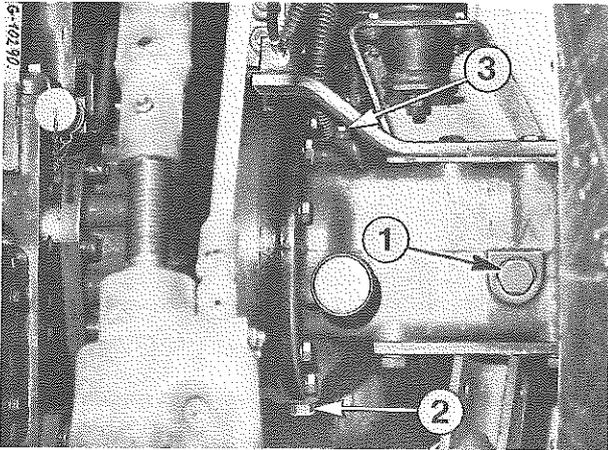

Figure 87 - Essieu arrière.
Pour vérifier le niveau d'huile, retirez le bouchon (1) Fig. 87. Ajoutez au besoin du lubrifiant jusqu'à ce que le niveau parvienne à l'orifice de remplissage (1).